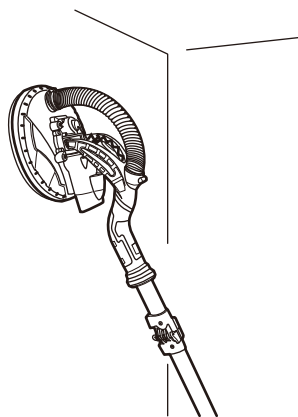

Fig. 15
- > Exercez une certaine pression sur la tête de la machine, de sorte que le papier abrasif soit en contact avec la surface de travail (Fig. 15, 16).